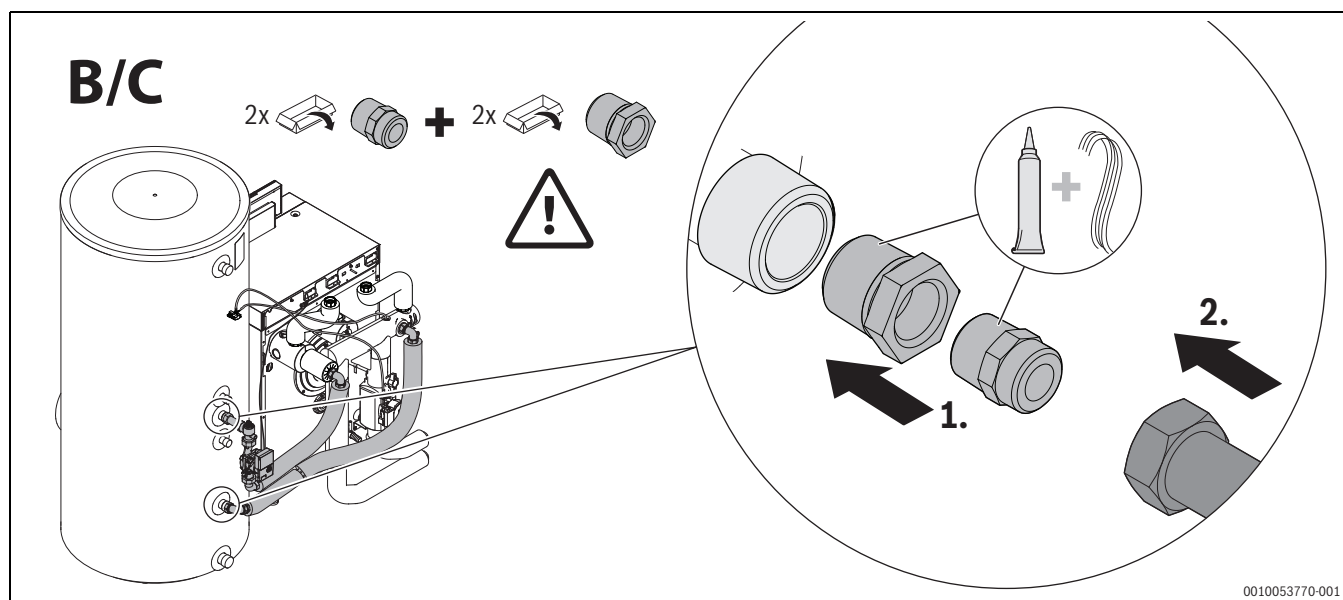

Fig. 15 Montage connexion ballon ballon vertical, variantes B et C
- ▶ Monter l'assemblage de la tuyauterie conformément à la variante prévue (→ fig. 13 – fig. 15) (→ respecter la notice d'installation à part du set de connexion ballon) ; **variantes B, C.**